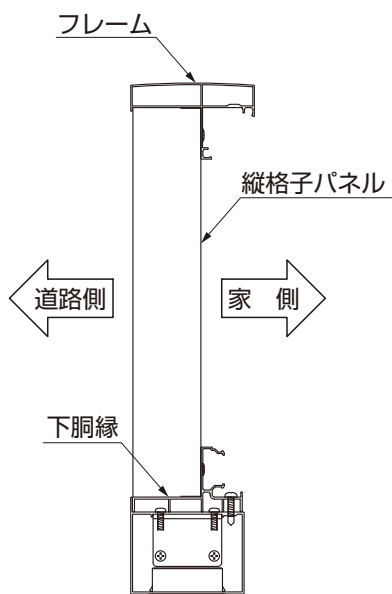

図5-14
- 縦格子パネルには取付けの際方向、向きがあります。(図5-14参照)